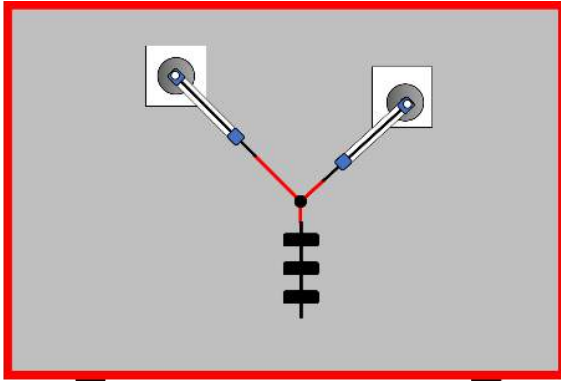

Figura 1
2. Coloque las bases magnéticas con gancho y los dinamómetros como se muestra en la figura 1.
1. Realice el montaje de acuerdo a la figura 1 (el número de pesas mostrado es solo ilustrativo) de manera tal que $\theta_1 = \theta_2 \neq 0$, muéstrelle al docente. Mida las fuerzas F_1 y F_2 junto con los ángulos respectivos y registre sus datos en la tabla 1.
2. Realice el montaje de acuerdo a la figura 1 (el número de pesas mostrado es solo ilustrativo) de manera tal que $\theta_1 = 0$, $\theta_2 \neq 0$, muéstrelle al docente. Mida las fuerzas F_1 y F_2 junto con los ángulos respectivos y registre sus datos en la tabla 2.
3. Realice el montaje de acuerdo a la figura 1 (el número de pesas mostrado es solo ilustrativo) de manera tal que $\theta_1 = 60^\circ$, $\theta_2 = 30^\circ$, muéstrelle al docente. Mida las fuerzas F_1 y F_2 junto con los ángulos respectivos y registre sus datos en la tabla 3.